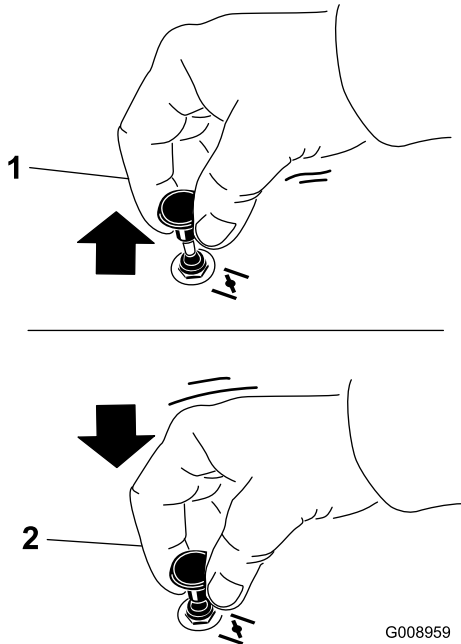

Figure 23
1. Tirez sur la commande de starter pour engager le starter avant d'utiliser le commutateur d'allumage (Figure 23).
2. Appuyez sur la commande pour désengager le starter après le démarrage du moteur (Figure 23).